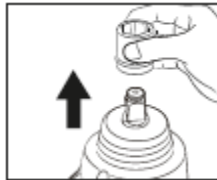

Fig. 9B
3. Voor het verwijderen van de dop trekt u de dop van het aambeeld. (Fig. 9B)